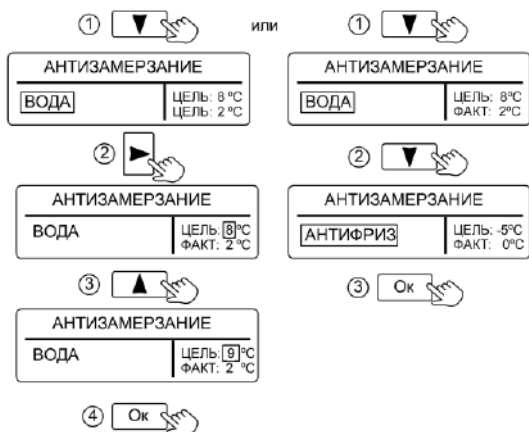

Рисунок 6. Настройка режима «АНТИЗАМЕРЗАНИЕ»
**10.1.1** При выборе в качестве теплоносителя «**ВОДА**» (см. рис. 6), нагрев теплоносителя производится на два градуса выше заданной величины.
Имеется возможность настройки температуры теплоносителя (см. рис. 6). Температуру можно задать в диапазоне от +8°C до +15°C .